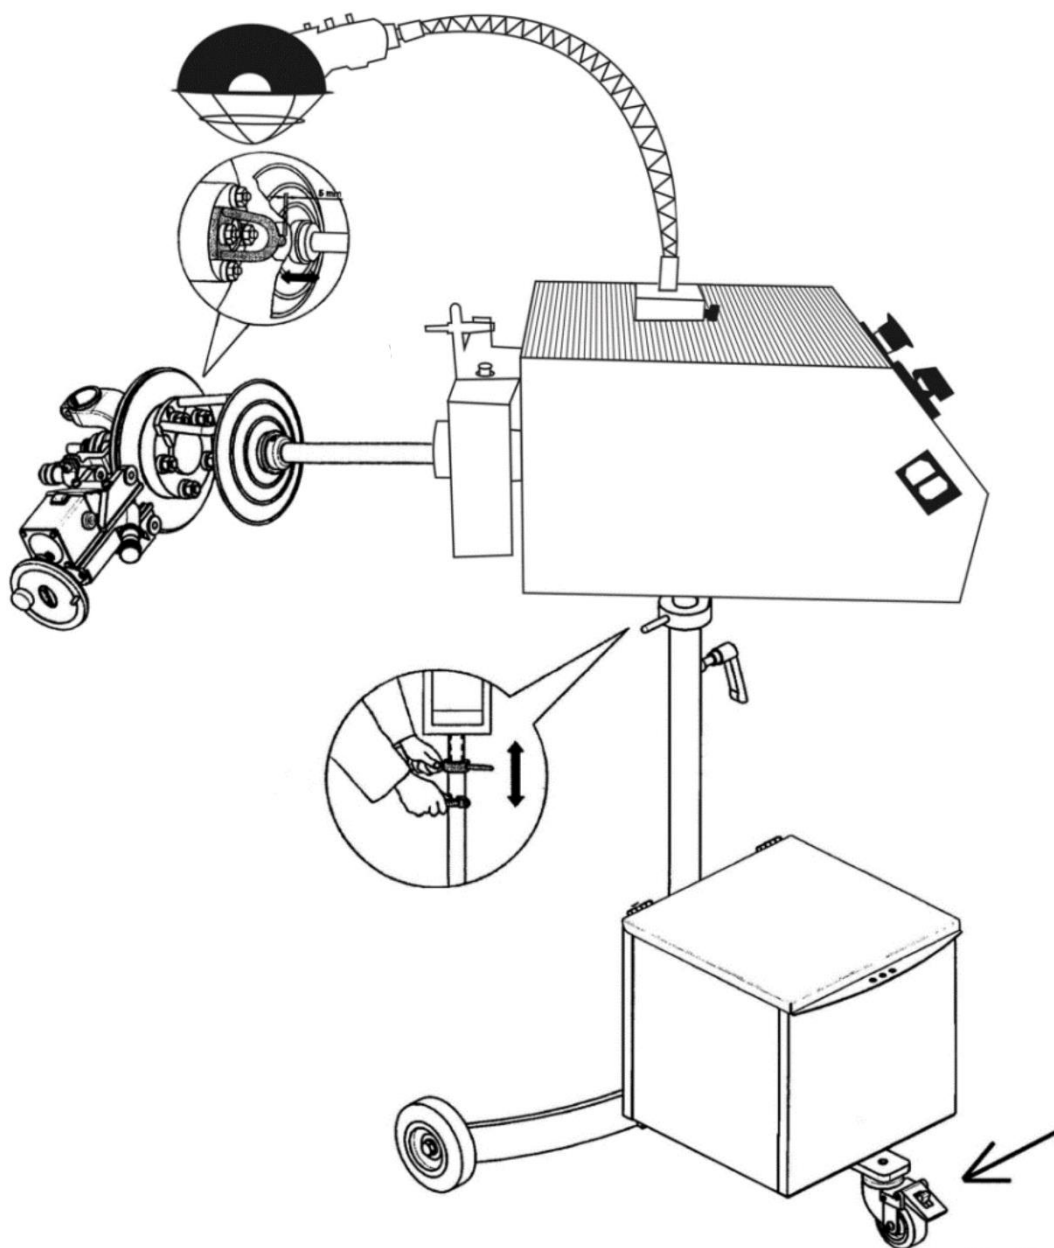

Рисунок 24
7.6.3 При необходимости подложите шайбу между универсальным кронштейном и отверстием для крепления тормозного суппорта (рис. 24), чтобы блок проточки был установлен согласно (рис. 24, 25).
7.7.3 Ослабьте фиксирующую ручку на пол оборота (рис. 24)
7.7.5 Пододвиньте приводную скобу к приводному адаптеру, оставив зазор 5 мм (рис. 24).
7.8.5 Проведите финальную регулировку высоты для уменьшения вибрации (рис. 24).